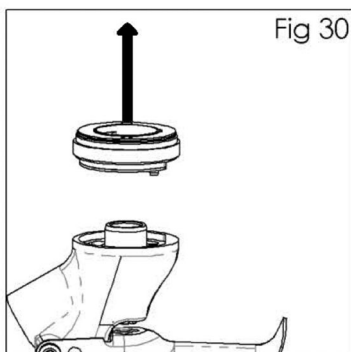

Fig 30
5. Quite la boquilla atomizadora (9) y el sello (10) (Ver Fig. 30).